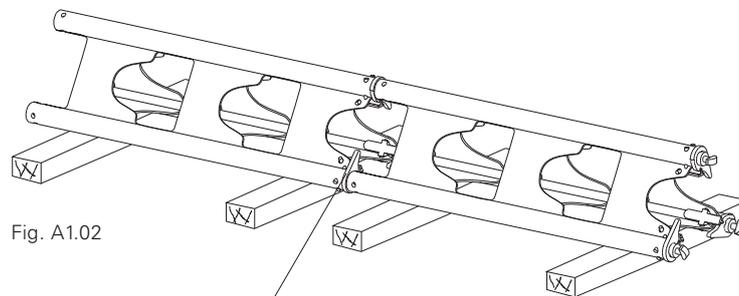

Fig. A1.02
3. Introduire les pièces à têtes marteau dans les extrémités de l'élément d'étais suivant. (Fig. A1.02)